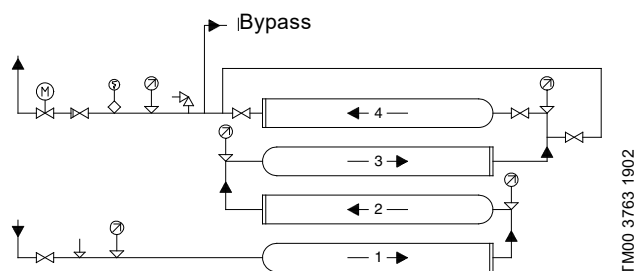

Fig. 9 Sistema booster con quattro moduli collegati in serie con bypass, montati uno sopra l'altro
- Per i moduli collegati in serie e dotati di un bypass, montati uno sopra l'altro, si consiglia di collegare i tubi come mostrato in fig. 9.